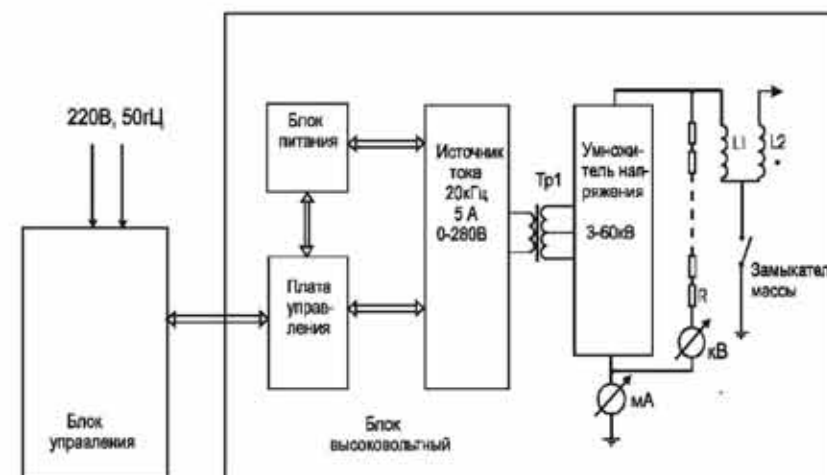

Рис. 1
1.4.2.1 Блок-схема аппарата приведена на рис. 1.